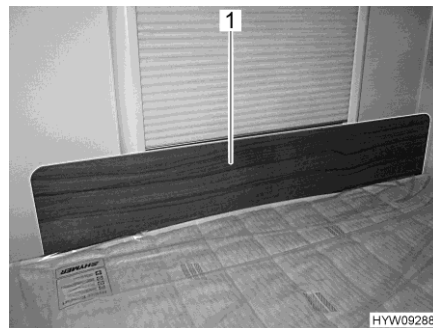

Bild 86 Schutzblende/Herausfallschutz
- Schutzblende (Bild 86,1) vor dem Fenster zwischen Matratze und Fensterrahmen stecken. Die Klemmwirkung der Matratze hält die Schutzblende in ihrer Position vor dem Fensterrahmen.